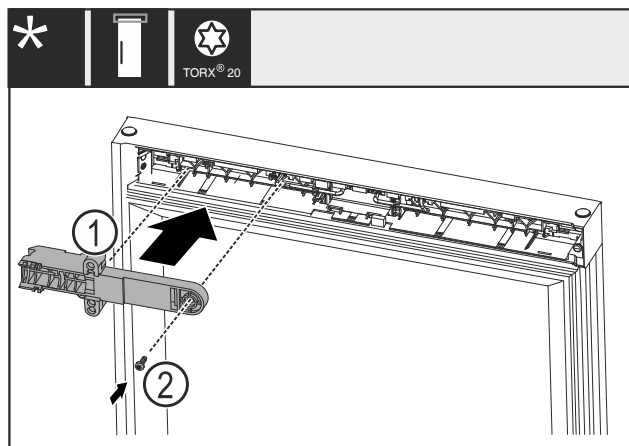

Fig. 26
- Otočte přídržný díl zámku Fig. 26 (1) o 180° a namontujte jej na protější straně.
- Přídržný díl zámku Fig. 26 (1) upevněte šroubem Fig. 26 (2).